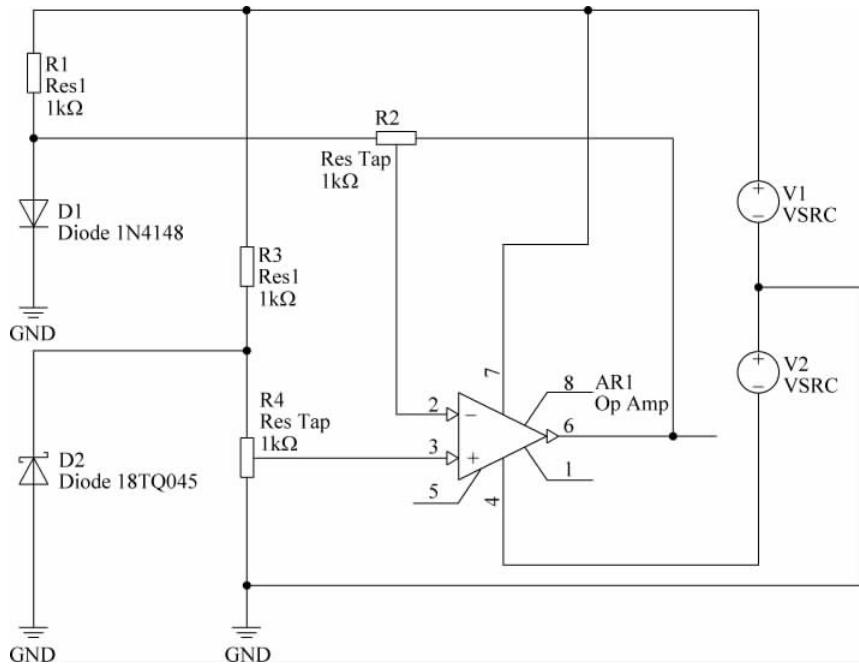

图 3-74 为电路元器件和信号源分配唯一的标识
(5) 按照前面所介绍的为元器件分配标识符的方法,为电路中的元件和信号源分配唯一的标识符。图 3-74 给出分配完标识符后的原理图界面。